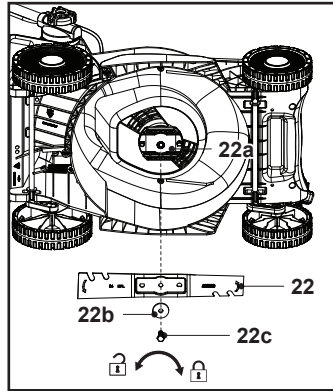

Fig. 22
5. Sustituya la cuchilla (22) por una nueva del mismo tipo. Observe primero el husillo para comprobar en qué estado se encuentra el soporte de la cuchilla (22a) y luego coloque la cuchilla (22) en su soporte (22a) alineándola con las marcas de este (22a). Fije el conjunto con la arandela plana (22b) y el perno de montaje (22c), y apriete a mano.
6. Sujete firmemente la cuchilla (22) con las manos protegidas con guantes de alta resistencia o un palo de madera y apriete el perno de montaje (22c) girándolo hacia la derecha a un par de 25-30 Nm para garantizar el funcionamiento seguro de la máquina (Fig. 22).